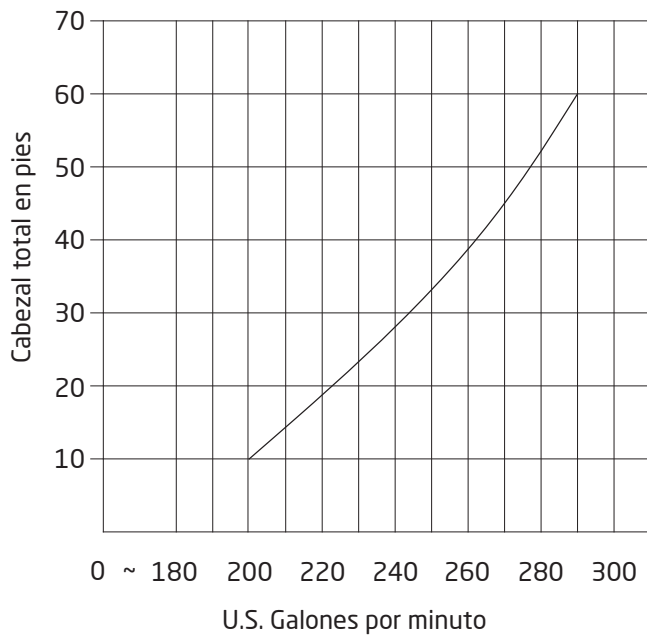

Figura 2
- Para un rendimiento óptimo, usar cañerías de 4" cuando la distancia total entre la bomba y la carcasa de chorro es de 30 pies o menos. La cañería debe ser lo más directa y libre de vueltas y curvas posible porque **los codos y otros accesorios pueden crear grandes pérdidas de fricción y reducir el rendimiento del sistema. Se debe usar la longitud más corta de tubería con el número mínimo de conexiones posibles para evitar cualquier pérdida significativa de fricción debido a la tubería y accesorios.** NOTA: Consulte la Figura 2 para la curva de pérdida de carga BaduStream.